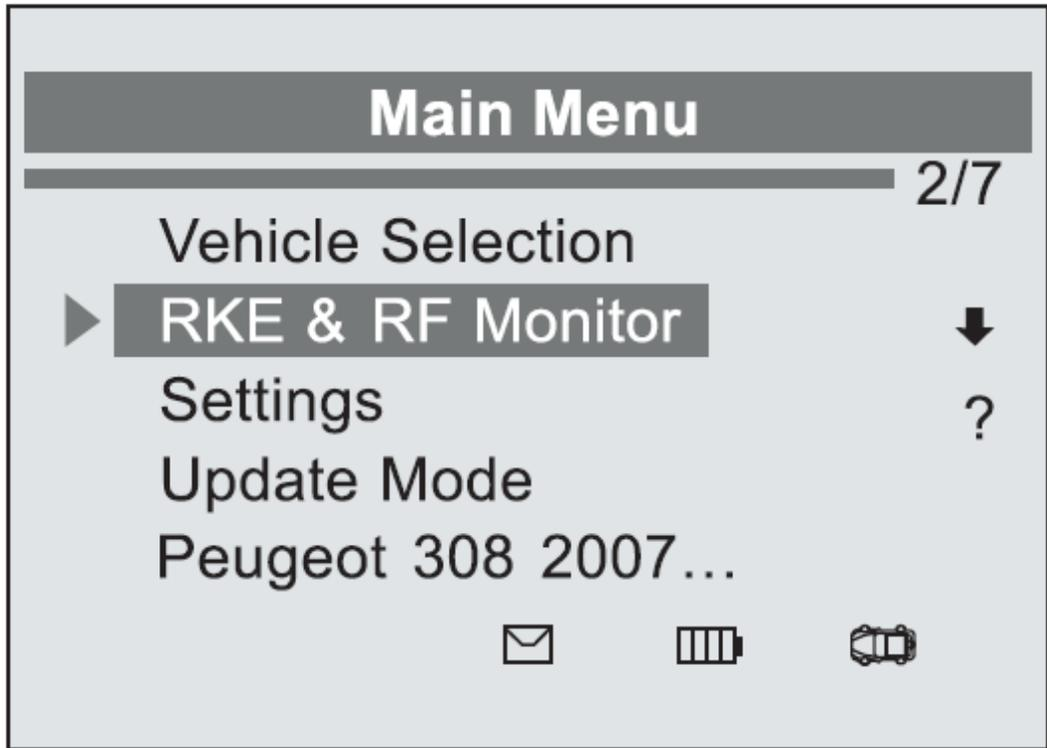

图 4.17
1) 使用 UP/DOWN 滚动按钮从主菜单(图 4.17)选择 RKE 和 RF Monitor，并按下 Y 键确认。